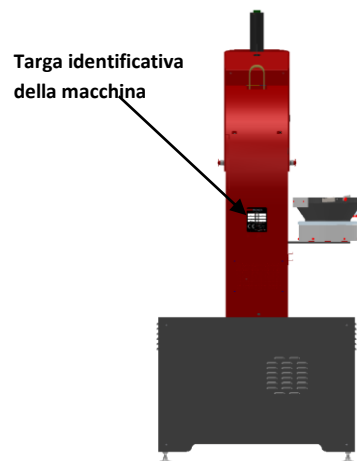

Figura 2.3
1. Controllare la tensione sulla targa dati della macchina, situata sul retro dell'armadio elettrico principale della macchina (vedi Figura 2.3). **!** **ASSICURARSI** che la tensione di officina in entrata della macchina sia la stessa tensione per cui è stata cablata la macchina. Se le tensioni non corrispondono, **!** **FERMARS!** Contattare il proprio rappresentante Haeger per istruzioni su come procedere.